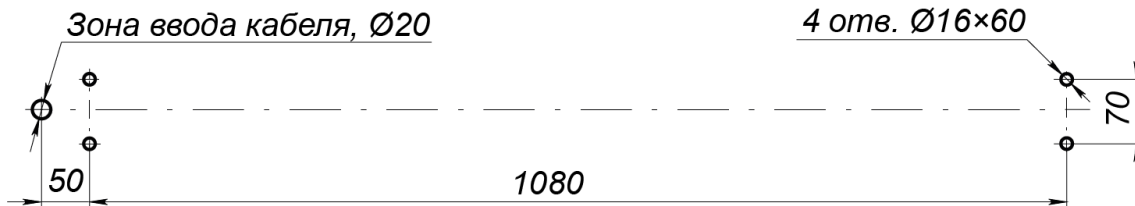

Рисунок 3. Схема разметки для установки калитки
2. В соответствии с рис. 3 выполните на установочной поверхности разметку и разделку отверстий под анкерные болты для монтажа калитки.